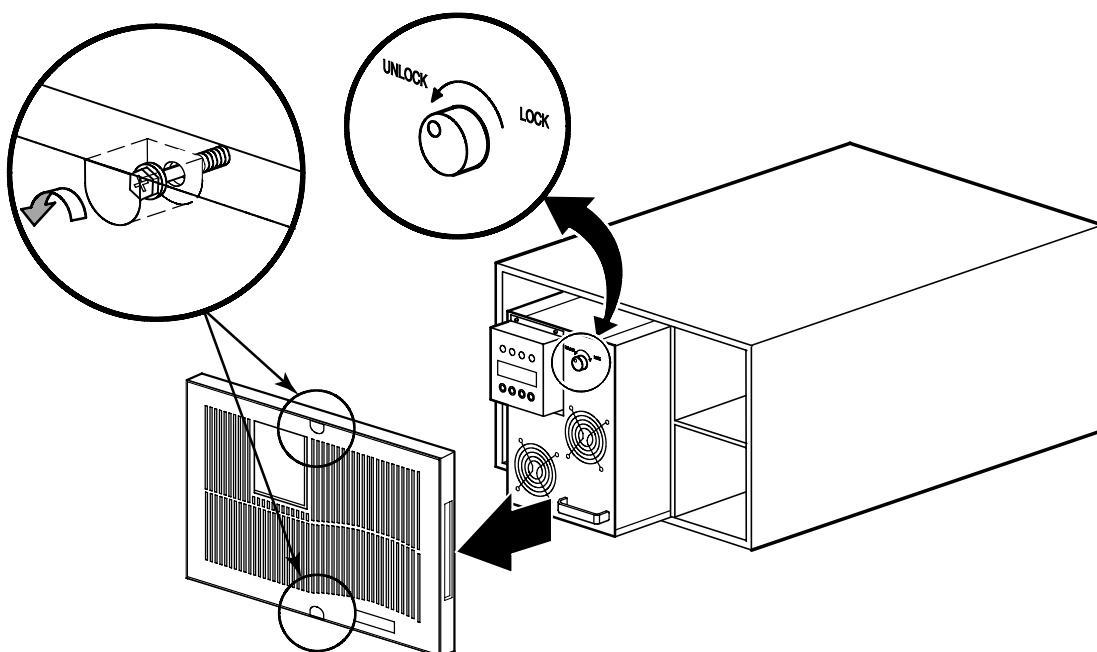

Рисунок 19. Снятие передней крышки ИБП и электронного модуля
9. Снимите переднюю крышку ИБП и электронный модуль и отставьте их в сторону (см. рис. 19):